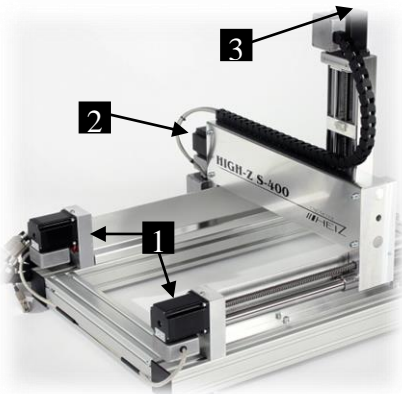

Abb. 12: Schrittmotoren
- Stecker X1 Schrittmotor der X-Achse (Abb. 12 /1).
- Stecker X2 Schrittmotor der X-Achse (Abb. 12 /1).
- Stecker Y Schrittmotor der Y-Achse (Abb. 12 /2).
- Stecker Z Schrittmotor der Z-Achse (Abb. 12 /3).